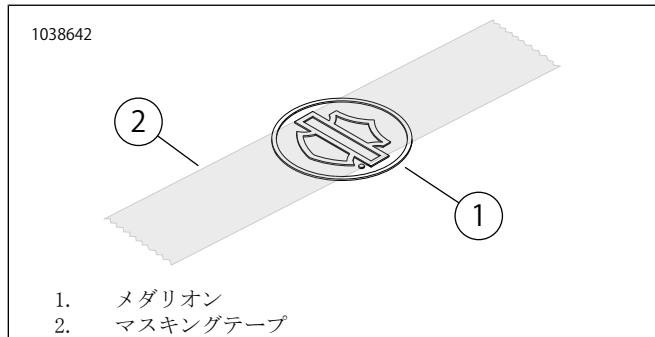

図1. メダリオンをテープを塗布します。
2. 「図1」を参照。メダリオンのバーとシールドの中心上に、3インチのマスキングテープ片を配置します。